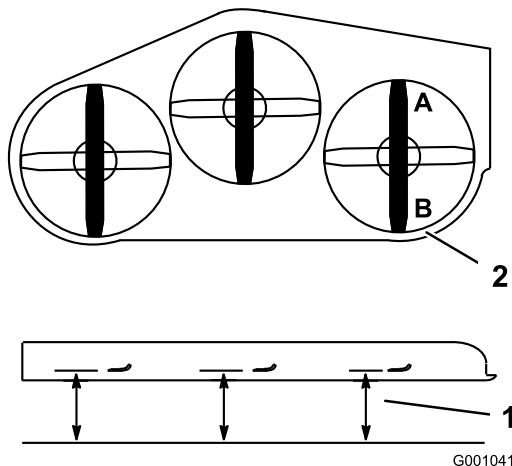

Figura 85
1. Posicione a lâmina direita da parte dianteira para a traseira (Figura 85).
2. Meça a lâmina direita no local **A**, de uma superfície nivelada à extremidade de corte da ponta da lâmina (Figura 85).
4. Meça a lâmina direita no local **B**, de uma superfície nivelada à extremidade de corte da ponta da lâmina (Figura 85).
6. A lâmina do cortador deve estar 6 a 10 mm mais baixa na posição **A** do que na posição **B** (Figura 85). Caso isto não esteja correto, proceda da seguinte forma.